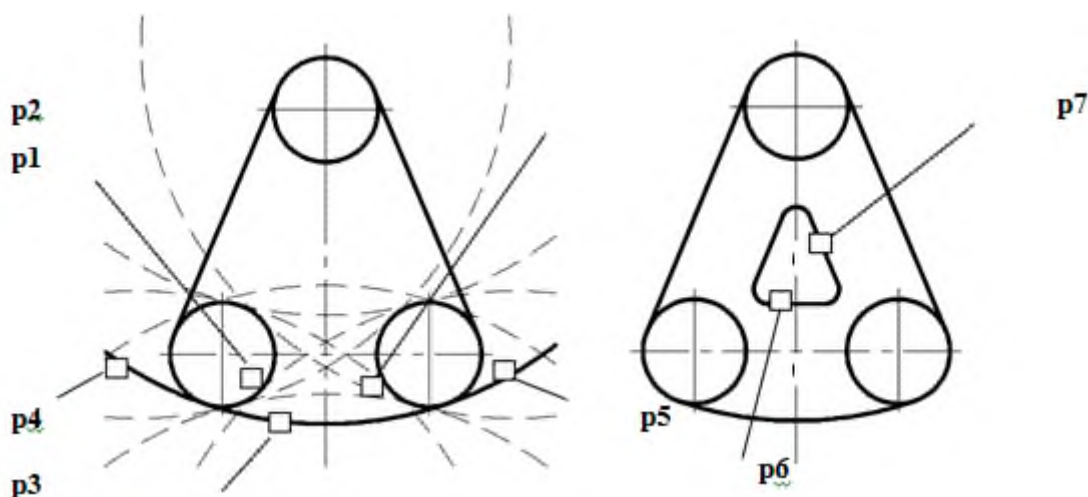

Рис. 2.2. Построение окружности касательной к двум окружностям и двум прямым.
2) указать графическим курсором произвольную точку (точка **p1**) на первой заданной окружности, с которой должна касаться искомая окружность (рис. 2.2а);
(рис. 2.2а);
5) выбрать курсором на графической зоне нужную касательную окружность (указать точку **p3**) и щелкнуть по кнопке  – Создать объект панели специального управления (рис. 2.2а);
- указать курсором на графической зоне прямые, между которыми строится сопряжение (на рис. 2.2б это точки **p6** и **p7**);